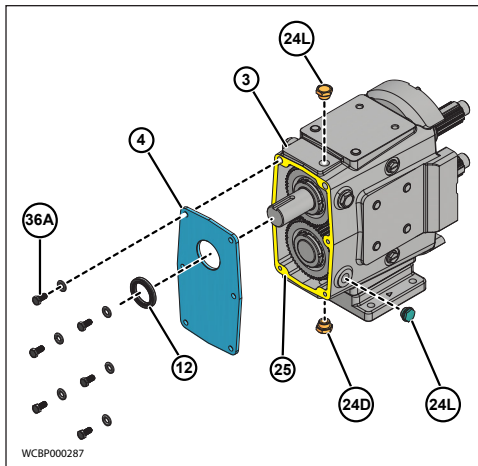
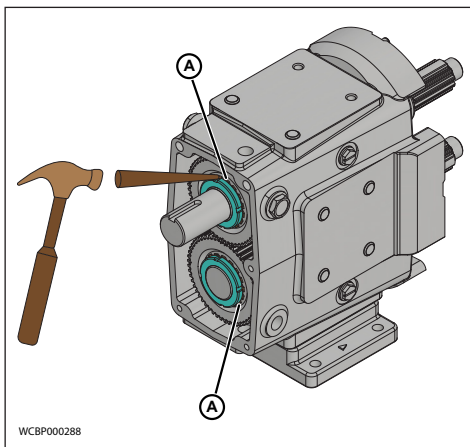

Figure 68 Dépose du couvercle du carter d'engrenage
Figure 69 - Redressement de la languette de verrouillage
1. Retirez le bouchon de vidange d'huile (figure 68, repère 24D) ; vidangez l'huile.
2. Retirez les vis à tête du carter d'engrenage (figure 68, élément 33A).
5. À l'aide d'une presse à arbre, retirez le joint d'huile (item 12) du couvercle. Jetez le joint d'huile usagé.
6. Redressez la languette des rondelles de blocage (figure 69, repère A).